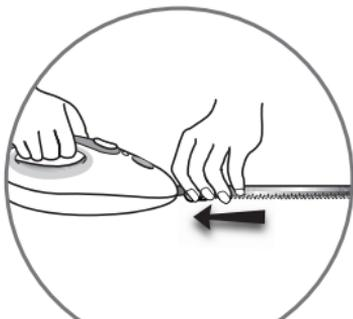

Fig 2
2. L'appareil n'étant pas branché, introduire à fond les extrémités des lames (tranchant dirigé vers le bas) dans le bloc moteur (4) en pinçant les gardes (5) (fig. 2). Après introduction relâchez la pression pour permettre le clipsage des lames, ce qui se confirme par un léger dé clic.
2. With the appliance unplugged, introduce the ends of the knives fully (cutting edge downwards) into the motor unit (4) while pinching the protections (5) (fig. 2). Once in place, release pressure to allow the knives to clip into place. When this happens, you will hear a slight click.
2. Aangezien het apparaat niet is aangesloten dienen de uiteinden van de messen (snijoppervlak naar beneden gericht) in het motorblok (4) te worden aangebracht door de messenhouders op elkaar te klemmen, (5) (fig. 2). Na het inbrengen, loslaten om het vastklikken van de messen mogelijk te maken, hetgeen bevestigd wordt door een lichte 'klik'.
2. Bei gezogenem Gerätestecker die Klingenenenden mit der Schneide nach unten bis zum Anschlag in den Motorblock (4) einführen und dabei den Fingerschutz (5) zusammendrücken (Abb. 2). Nach dem Einführen der Messer den Fingerschutz loslassen, damit die Klingen hörbar einrasten.